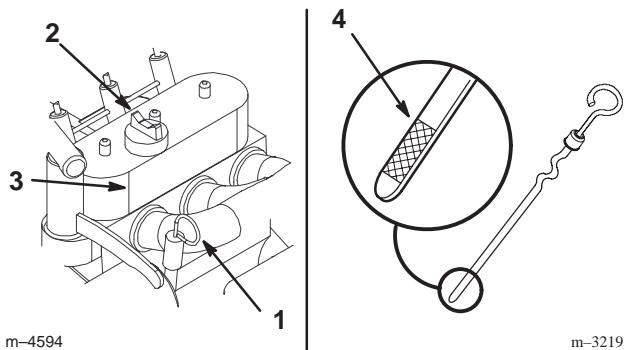

Figure 7
- Nettoyez la surface autour de la jauge d'huile (Fig. 7).
- Sortez la jauge d'huile et essuyez soigneusement l'extrémité métallique (Fig. 7).
- Enfoncez la jauge complètement dans le tube (Fig. 7).
- Si le niveau est bas, nettoyez la surface autour du bouchon de remplissage et enlevez le bouchon (Fig. 7).